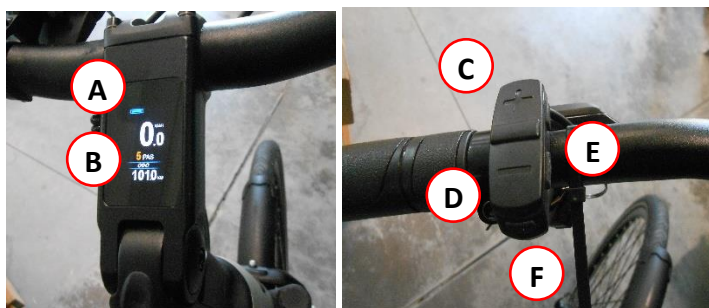

Figura 6 - Dispositivo de mando de asistencia con las indicaciones principales.
El sistema de asistencia se controla mediante el controlador situado en el manillar, cerca del puño izquierdo. En particular, la asistencia se activa o desactiva mediante el botón ON/OFF (ref. F en la Figura 6). Una vez activado el sistema, se encienden los testigos de gestión, mediante los cuales es posible ver el estado de actividad del vehículo.
- 3- Mantenga pulsado el botón lateral y, en rápida secuencia, pulse el botón “-” (ref. D en la Figura 6);
En particular, aparece una imagen de la batería (ref. A en la Figura 6) que indica el estado de carga.
Si la imagen indica batería llena (Figura 6), significa que la batería está completamente cargada. A medida que se descarga, la imagen de la batería también disminuirá hasta quedar vacía; la descarga completa provoca la desconexión del sistema de asistencia al pedaleo.
- 1- Apague el sistema de asistencia de la bicicleta de pedaleo asistido mediante el botón ON/OFF específico (ref. F en la Figura 6).
Esta función puede utilizarse durante el uso de la bicicleta de pedaleo asistido (ref. E en la Figura 6).